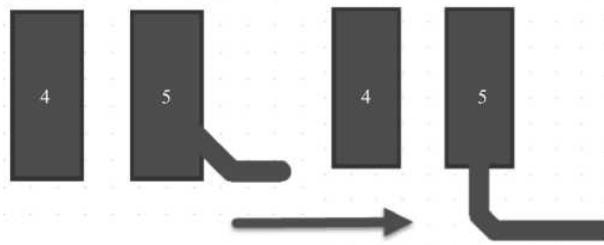

图 10-71 连接器的出线
(7) 连接器管脚拉线需要从焊盘中心拉出再往外走，不可出现其他的角度，避免在连接器拔插的时候把线撕裂，如图 10-71 所示。